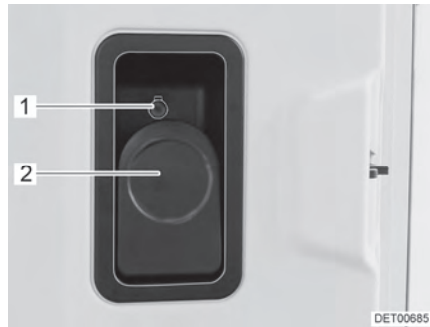

Bild 32 Dörrlås (ingångsdörr insida)
**Öppna:** ■ Drag i spaken (Bild 32,2).
**Låsa:** ■ Tryck in låsknappen (Bild 32,1).